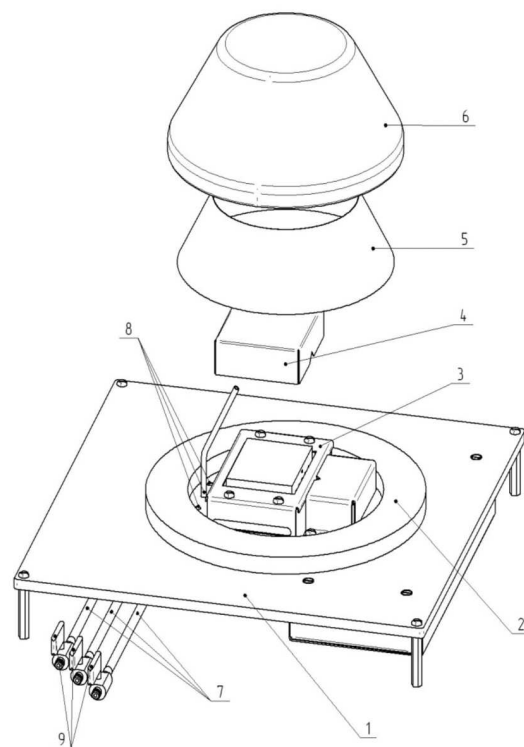

Рис. 1
1.3.1 Вакуумная установка МАГИСТР Ц20-ГМВ, рис.1, выполнена на платформе (1) с закрепленной в центре нагревательной поверхности (3) с датчиком температуры, уплотнителя (2) из кольца вакуумно-плотной резины, термоэкрана прямоугольной формы (4) и формы усеченного конуса (5), заказывается отдельно, и стеклянного колпака (6). В пределах периметра внутренней окружности уплотнителя, в нижней поверхности платформы установлены штуцера (8) для подачи и откачивания газов (воздуха). К штуцерам закрепляются фторопластовые шланги (7) с кранами-натекателями (9), заказывается отдельно.